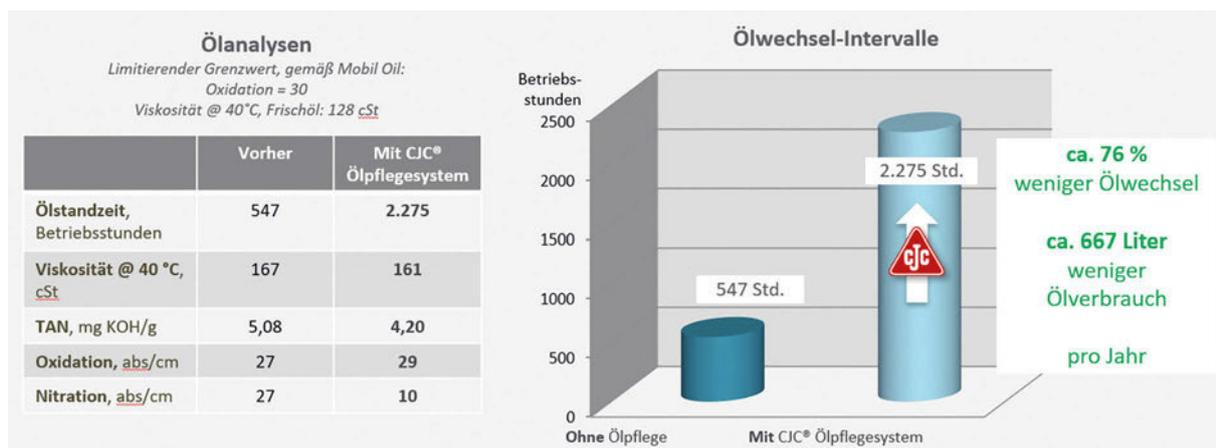

Bild 1
- › Ölzustandswerte nach 2.275 Stunden besser als ohne CJC® Ölpflege nach nur 450–550 Stunden (siehe Bild 1)